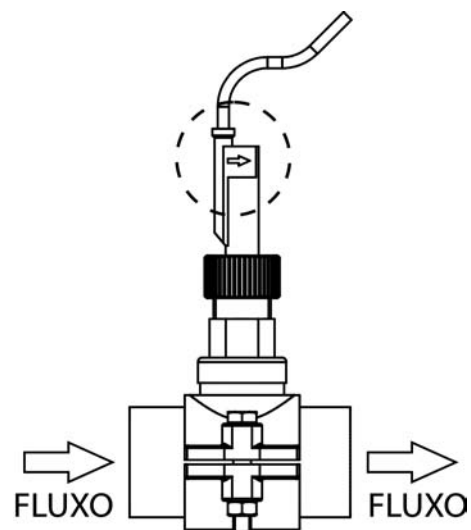

Fig. 14-2
2. Instalar o detector de fluxo (interruptor de fluxo) sempre na posição vertical no colarinho (fig. 14-2).
3. Existe uma seta marcada na cabeça do detector de fluxo. Assegure-se de que a seta fica paralela ao eixo da tubagem e aponta para a direcção do fluxo de água (Fig. 14-2).